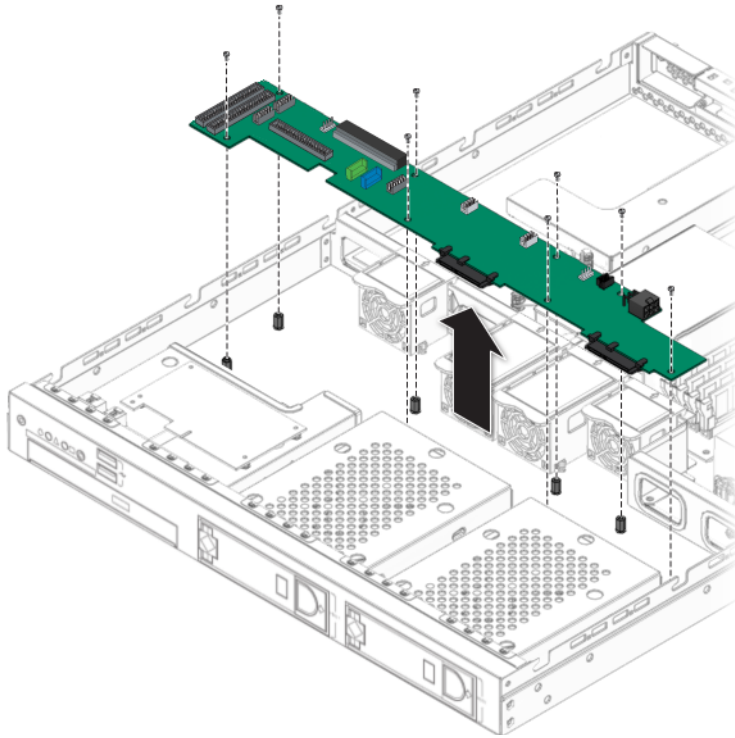

FIGURE 4-14 Retrait de la carte d'extension SATA
5. Retirez la carte d'extension SATA du châssis (cf. FIGURE 4-14).